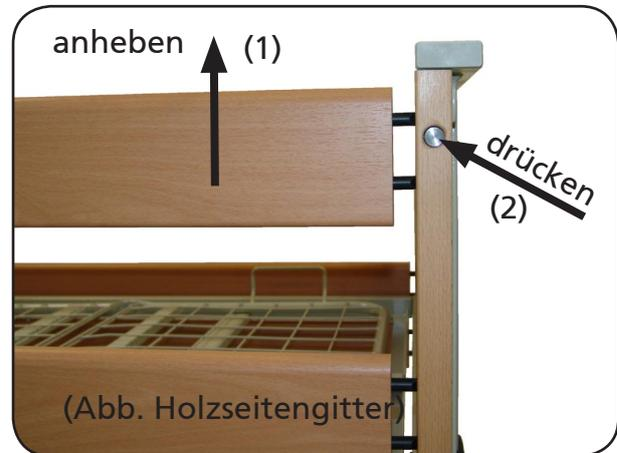

Abbildung 29
Heben Sie zum Absenken der Seitengitter erst den oberen Seitengitterholm an (1), damit die Verriegelung der Auslöseknöpfe freigegeben wird. Während des Anhebens drücken Sie danach den Auslöseknopf (2) solange, bis Sie den oberen Holm über die Verriegelung nach unten abgesenkt haben. Lassen Sie die Seitengitter langsam ab (Abbildung 29).